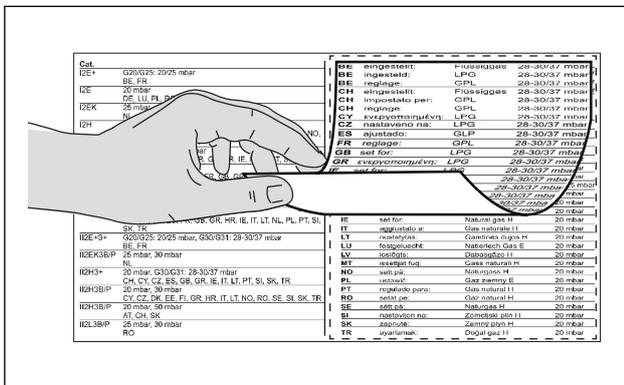

Abb. 4.46 Typenschilder des Düzensatzes aufkleben
- ▶ Kleben Sie die im Lieferumfang enthaltenen Düzensatz-Typenschilder an passender Stelle über das Düzensatz-Typenschild auf der Unterseite des Kochfeldes (siehe Abb. 4.46) und auf die vorletzte Seite der Bedienungsanleitung.